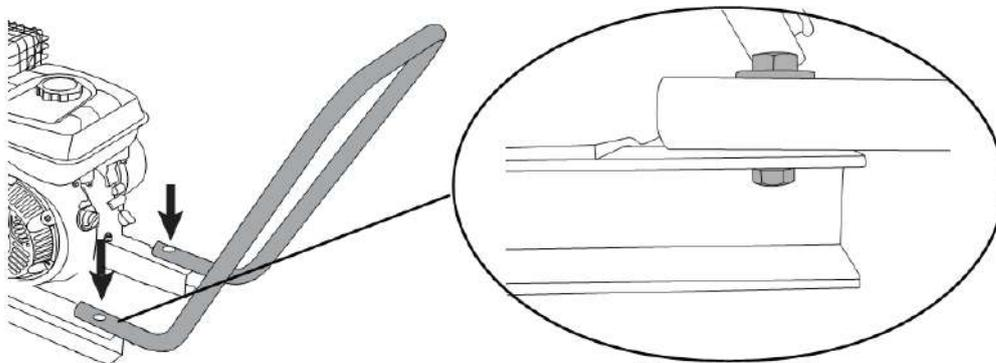

Fig.3
5.2 Fixez le guidon à la base de la machine. (Fig.3)